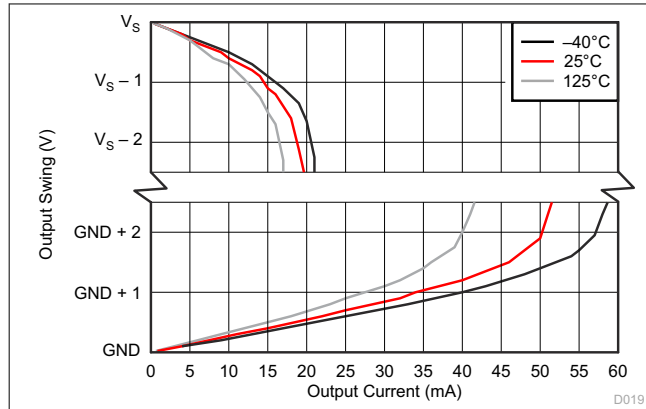

图 7-19. 输出电压摆幅与输出电流之间的关系
- (1) RTI = 以输入为参考。
- (2) 通过线性外插至 $V_{SENSE} = 0\text{V}$ 获得失调电压, V_{SENSE} = 满量程范围的 10% 至 90%。
- (3) 请参阅图 7-19。
- (4) 摆幅规格是在过驱输入条件下测试得出的。